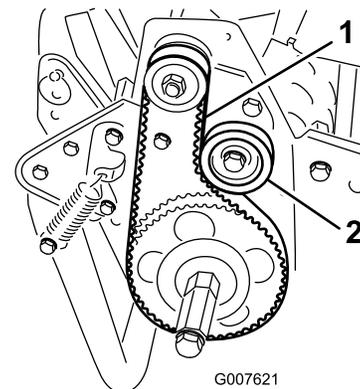

図 31
2. プーリ間の中央 (図 31) でベルトを 1.8～2.2 kg 程度の力で押して点検します。ベルトのたわみが 6 mm 程度あれば適正です。
- A. アイドラ・プリー固定ナットをゆるめ、プリーをベルトの背に押しつけて、適当な張りを出す（図 31）。